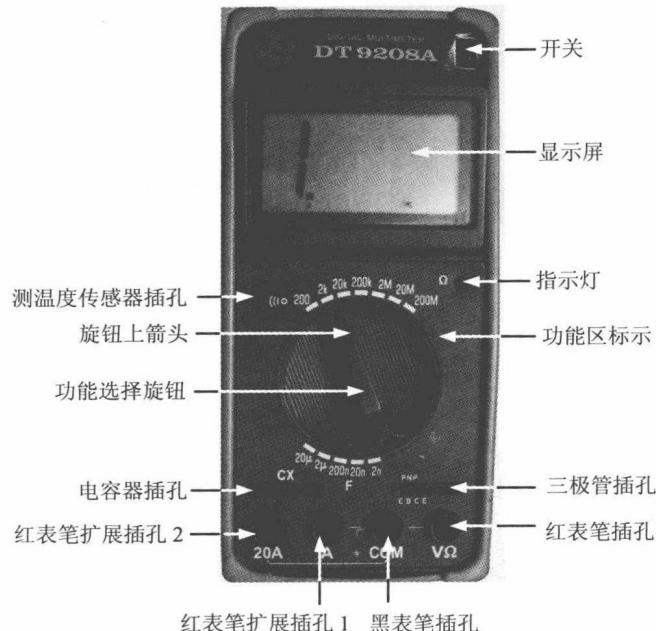

图 1-2 数字万用表的表体
如图 1-2 所示，为一常用数字万用表。数字万用表具有显示清晰，读取方便，灵敏度高、准确度高，过载能力强，便于携带，使用方便等优点。
由图 1-2 所示，数字万用表主要挡位仍与指针万用表挡位相近。调节万用表功能旋钮，可以使万用表的挡位在电阻 ( $\Omega$ )、交流电压 (V)、直流电压 (V)、直流电流挡和三极管挡之间进行转